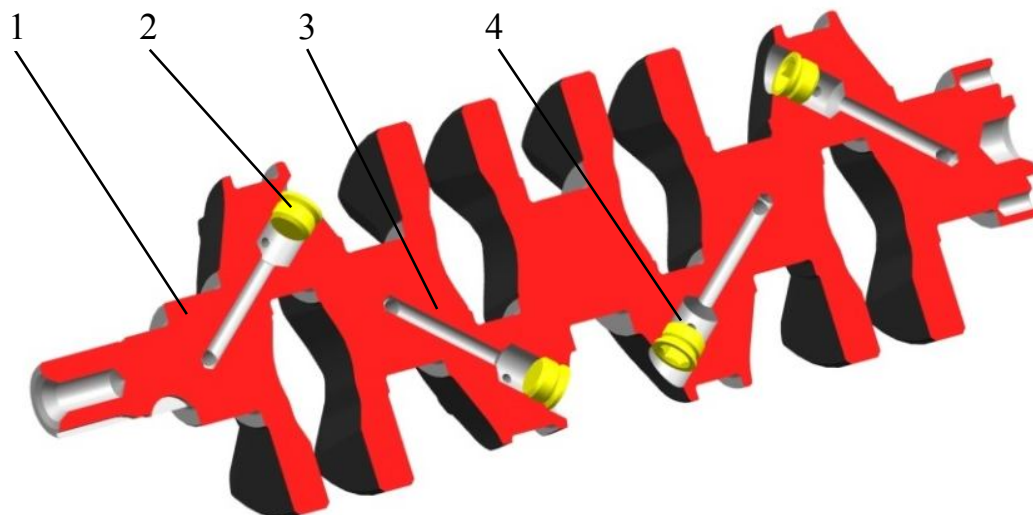

Рис.106. Пробки, каналы и грязеуловительные полости коленчатого вала:
4. Вывернуть пробки 2 (рис.106) грязеуловительных полостей 4 шатунных шеек коленчатого вала и удалить из них отложения, для чего промыть полости и каналы раствором каустической соды (NaOH), нагретым до плюс 80 °С, и металлическим ёршиком тщательно прочистить полости 4 и каналы 3. Промыть полости и каналы керосином и высушить сжатым воздухом, после чего завернуть пробки на место моментом 37...51 Н·м (3,8...5,2 кгс·м), предварительно нанеся на их резьбовую поверхность анаэробный герметик «Стопор-9» или аналогичный («Гермикон-9», «Euroloc 6638»).